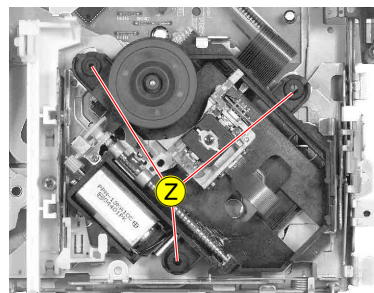

Fig. 15
- Pick-Up aus den Gummipuffern **Z** (Fig. 15) aushängen und herausnehmen.
- Unhinge the pick-Up from the rubber shock-mounts **Z** (Fig. 15) and take it out.